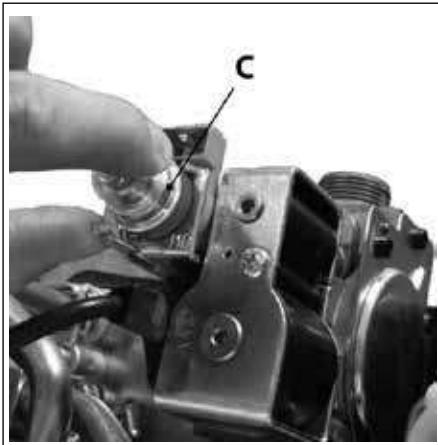

Рис. 47 Катушка модуляция газового клапана
- Снять пластиковый колпачок **C** (смотри Рис. 47 Катушка модуляция газового клапана) с верхней части бобины модулятора газового клапана, который предохраняет винты регулятора давления.